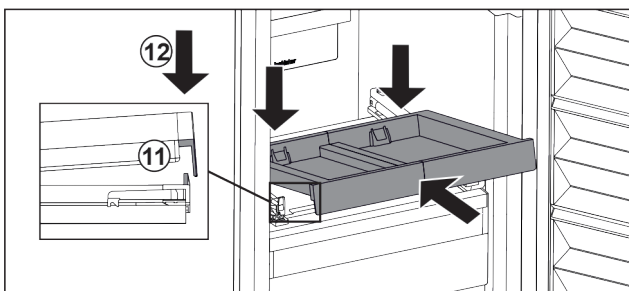

Fig. 108
- ▶ Inșerați-l oblic. Aveți în vedere ca opritorul să fie în spatele lamei pe ambele părți. Fig. 108 (11)
- ▶ Depuneți raftul extractibil în față. Fig. 108 (12)